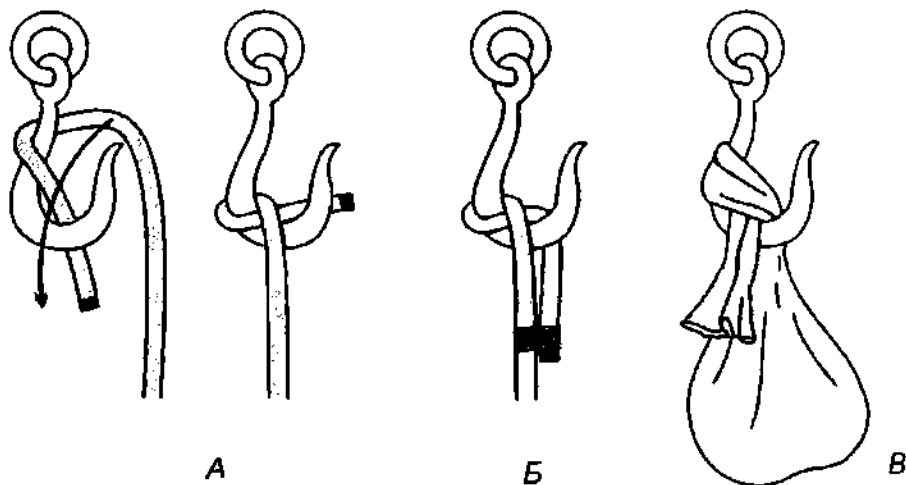

Рис. 962. Гачный узел.
*Гачный узел* – это *самозатягивающийся полуштык*, завязанный на гаке (рис. 962). При длительном использовании узла, чтобы *гачный узел* после прекращения нагрузки не развязывался сам собой, ходовой конец прихватывают к коренному временной схваткой (рис. 962 Б). Этот узел особенно хорошо держит на толстом тросе.